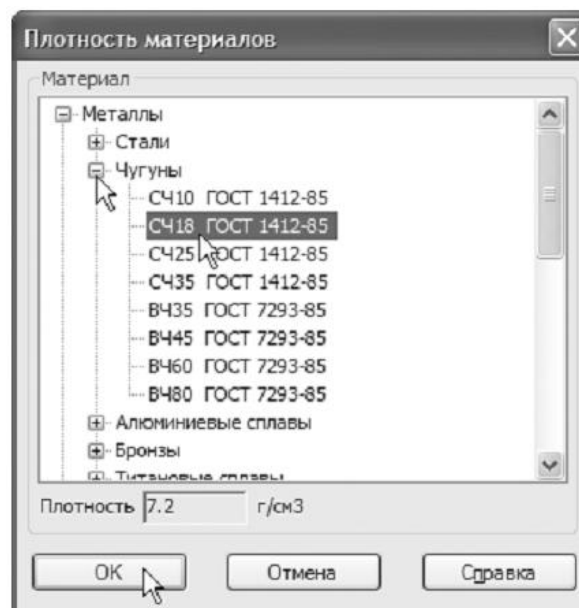

Рисунок 3.
7. В окне Плотность материалов раскройте «ветвь» Чугуны и укажите марку материала (рис. 3).